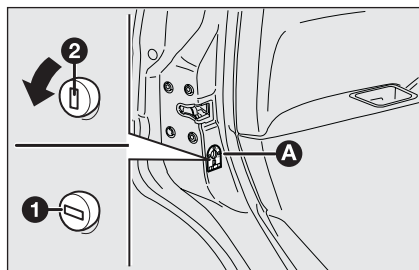

fig. 19
DISPOSITIVO DE SEGURIDAD PARA NIÑOS fig. 19
La activación del dispositivo de seguridad para niños A-fig. 19 está garantizada solamente si la cerradura es girada y se dispara en la posición horizontal (1).